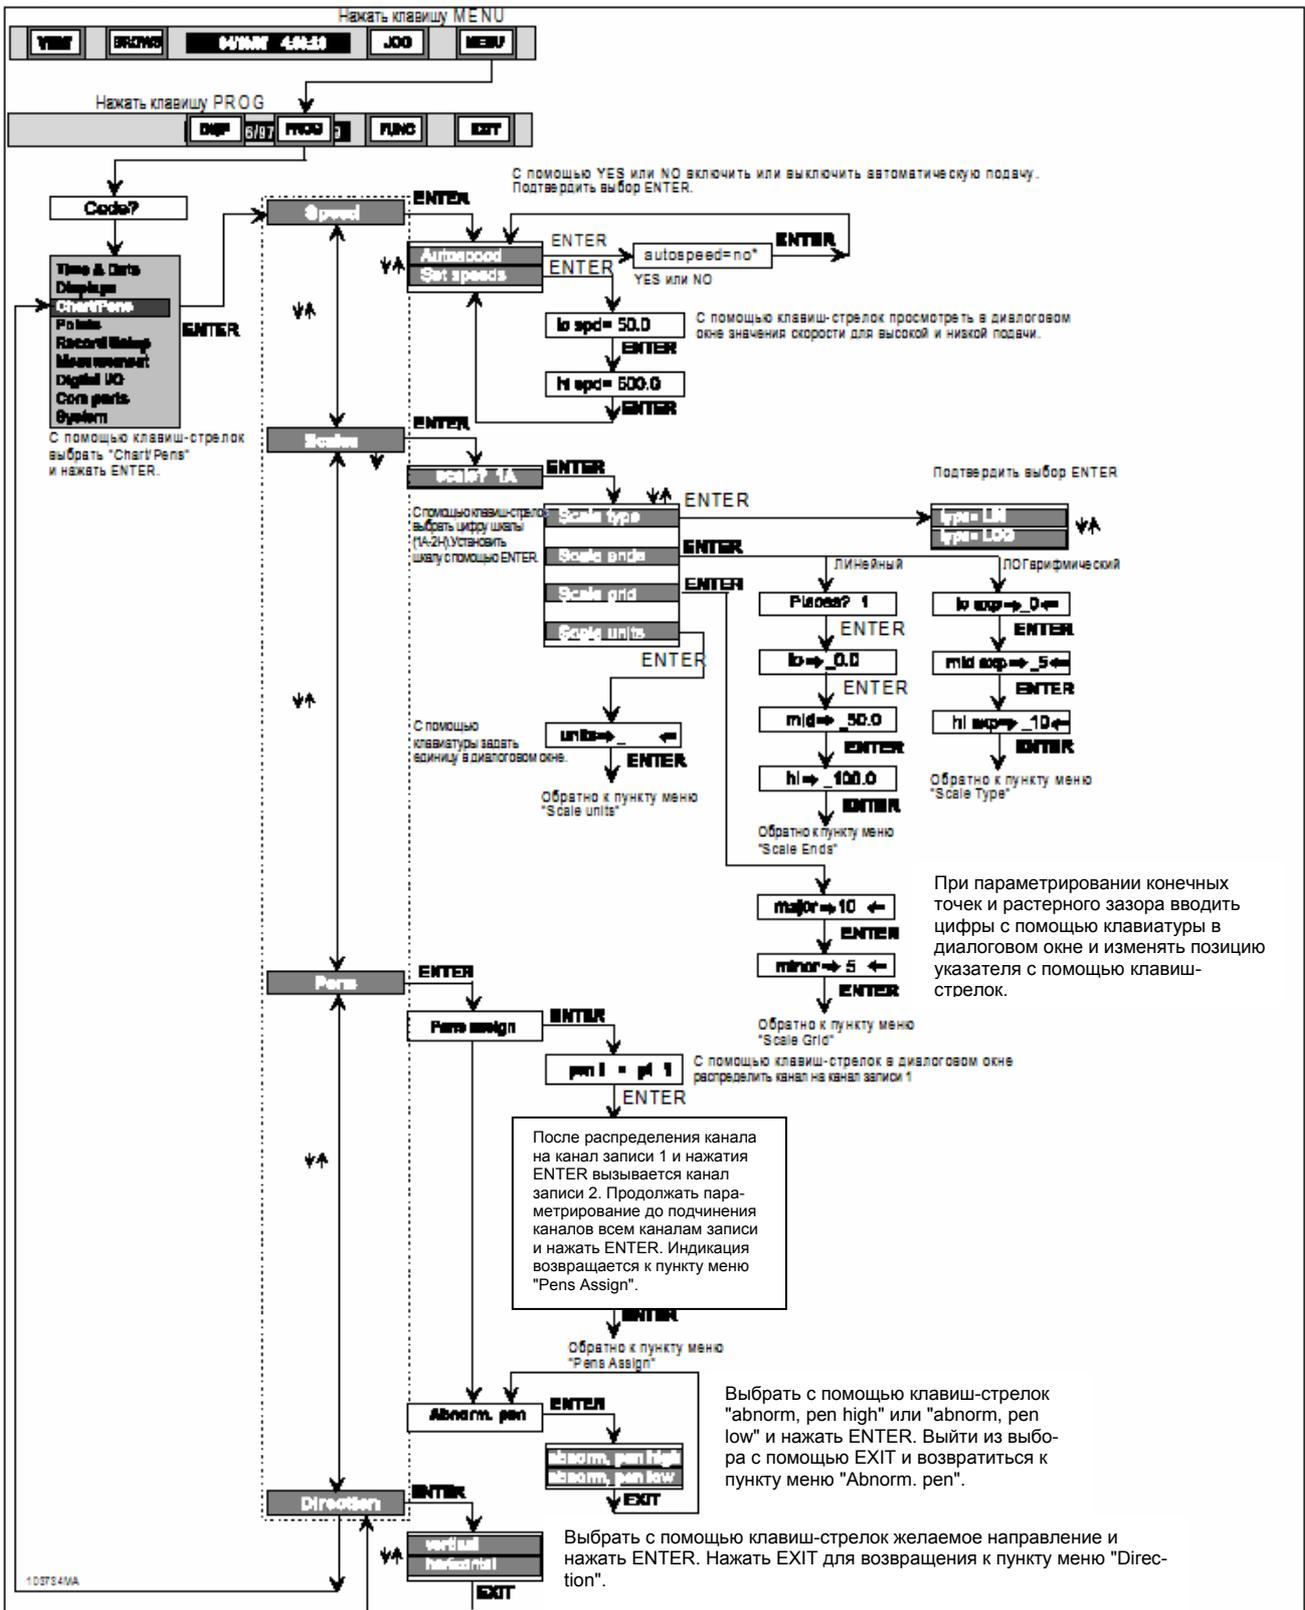

Рис. 4-7 Диаграмма процесса меню "Chart/Pens"
4.5.1 Общая информация. Через подменю "Chart/Pens" Вы можете установить параметры, которые непосредственно управляют построением кривых и каналами записи. См. диаграмму процесса на рис. 4-7. Каждый пункт меню подразделяется на следующие вопросы:
Прочие подробности см. следующие разделы и рис. 4-7.
А. Установка виртуальной подачи – Следовать при параметрировании перечисленным ниже шагам и рис. 4-7:
С. Установка шкалы – Следующие разделы и рис. 4-7, 4-8 и 4-9 посвящены параметрированию шкал:
1. Тип шкал - Тип шкал может быть линейным или логарифмическим. У линейных шкал измеряемые величины линейно интерполируются через выбранные сегменты, у логарифмических – через десятичный логарифм. Соблюдать при установке типа шкалы следующие указания и диаграмму процесса на рис. 4-7:
Таким образом можно увеличивать диапазон значений, перемещая среднюю точку. Если, к примеру, диапазон значений лежит между 0 и 10, нижняя конечная точка 0, верхняя 10 и средняя точка 8, то в нижней половине записи отображаются величины между 0 до 8, в верхней – 8 до 10 (см. рис. 4- 9). При этом верхняя половина индикации занимает только 20 % диапазона значений, т.е имеет четырехкратное разрешение по сравнению с нижней. Для линейных шкал Вы должны задать количество десятичных позиций. Соблюдать при определении линейных или логарифмических конечных точек шкалы следующие указания и диаграмму процесса на рис. 4-7:
4. Надписи шкал – Каждая шкала может быть подписана блоком длиной до пяти знаков. Отбражаемая на запись шкала идентифицируется в находящейся сверху строке блоком шкал, идентификатором и единицей. Надпись шкалы включая единицу также фиксируется на носителе данных. Одна и та же строка обозначает записываемые каналы с каждым каналом, подчиненным каналу записи. При вводе надписи шкал соблюдать следующие указания и диаграмму процесса на рис. 4-7:
A. Распределение каналов записи - Соблюдать при распределении каналов записи следующие указания и диаграмму процесса на рис. 4-7:
В. Поведение при чрезвычайных событиях – Соблюдать при установке поведения при чрезвычайных событиях следующие указания и диаграмму процесса на рис. 4-7:
А. Установка выравнивания - При установке выравнивания соблюдать следующие указания и диаграмму процесса на рис. 4-7: